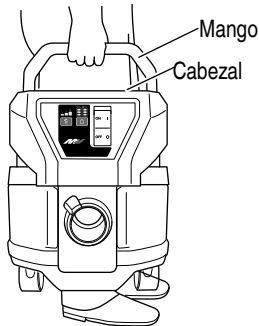

Fig. 22
(1) Cómo usar el mango (Fig. 22)